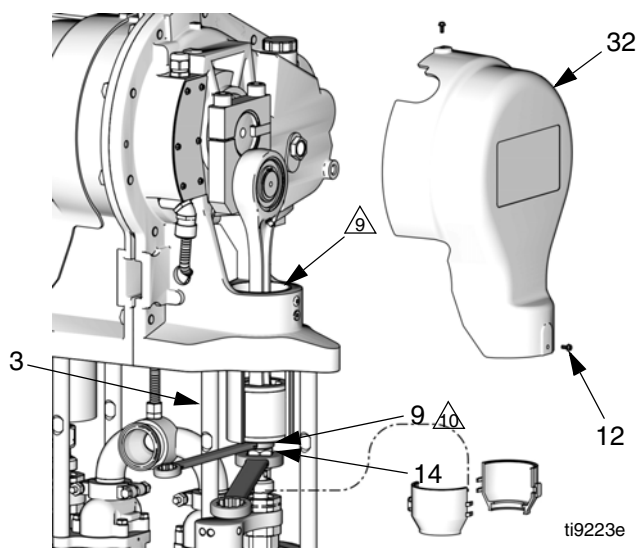

FIG. 14: Rimuovere il dado di accoppiamento
1. Far girare a impulsi il motore per regolare la pompa sul lato riparato al fondo della sua corsa. Questo permette l'accesso al dado di accoppiamento (14).
4. Rimuovere le due viti (12) e il coperchio. FIG. 14 mostra il coperchio (32) sul lato opposto rispetto al motore; il coperchio lato motore è (21).